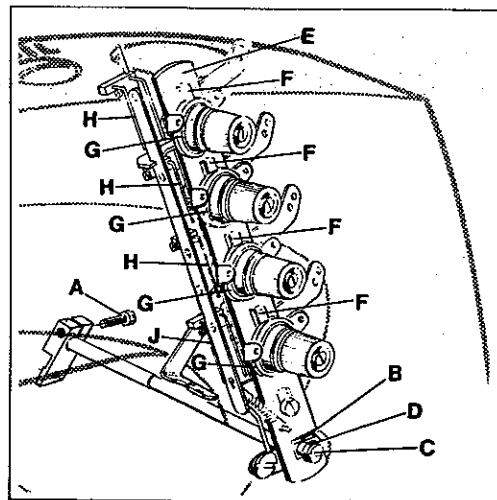

Fig.49
- 5.1 Loosen screw (A, Fig. 49) in the tension release lever on the back of the machine and set lever (B) of tension release lever shaft horizontal. Retighten screw (A).
- 5.2 Loosen screw (C, Fig. 49) and set the tension disc separator (E) by turning eccentric (D) so that the separators (F) are as close as possible to the tension discs (G) without touching them. Retighten screw (C). The tension discs must open as soon as the cutting process starts. The tension disc separator should move freely between the tension discs without binding.
- 5.1 Lösen Sie die Schraube (A, Fig. 49) im Spannungsauslösehebel auf der Rückseite der Maschine und stellen Hebel (B) der Auslösestange für Fadenspannungsziehen Sie die Schraube (A) wieder an.
- 5.2 Lösen Sie die Schraube (C, Fig. 49) und Spannungsscheibentrenner (E) durch Drehen (D) so, daß die Öffner (F) so dicht wie möglich an den Fadenspannungsscheiben (G) stehen, ohne sie zu berühren. Ziehen Sie die Schraube (C) wieder an. Die Spannungsscheiben müssen bei Beginn des Schneidens sofort öffnen. Der Spannungsscheibentrenner sollte sich frei zwischen den Fadenspannungsscheiben (G) bewegen.
5.3 The thread pull-off hooks (H, Fig. 49) for the needle threads control the length of the needle thread tails on garment after trimming. The higher the hooks are set, the shorter the needle thread tails will be.
Set the thread pull-off hook (J, Fig. 49) for the looper thread so that the thread is clamped securely when trimmed.
5.3 Die Fadenabzugshaken (H, Fig. 49) für die Nadelfäden regeln die Länge der Nadelfadenenden am Nähgut nach dem Abschneiden. Je höher die Haken gestellt werden umso kürzer werden die Nadelfadenenden.
Stellen Sie den Fadenabzugshaken (J, Fig. 49) für den Greiferfaden so, daß der Faden beim Abschneiden sicher festgeklammert wird.